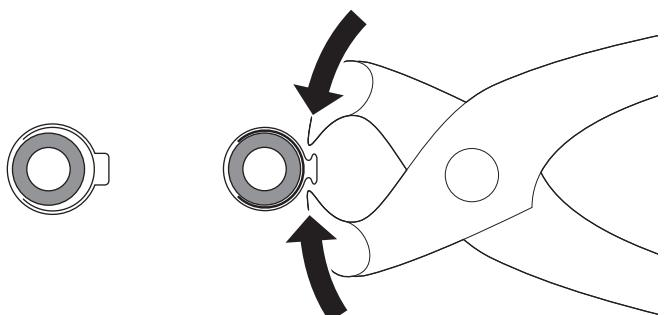

Figura 25
- Pressare le fascette a orecchio con l'apposita pinza (Figura 25).